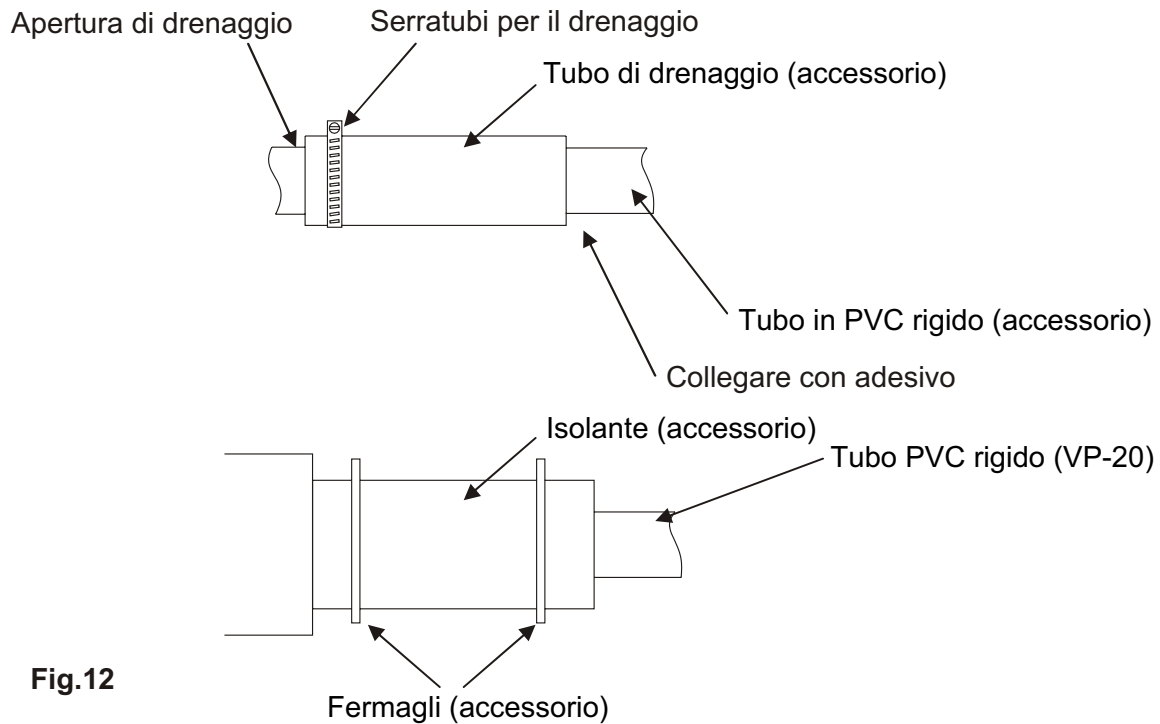

Fig.12
3. Inserire il raccordo di drenaggio fino a collegarlo bene alla porta di drenaggio e fissarlo poi saldamente con il serracavo (Accessorio) (Fig.12)
4. Dopo aver controllato il drenaggio, avvolgere il raccordo di drenaggio con l'isolante e fermagli (Accessori). (Fig.12)